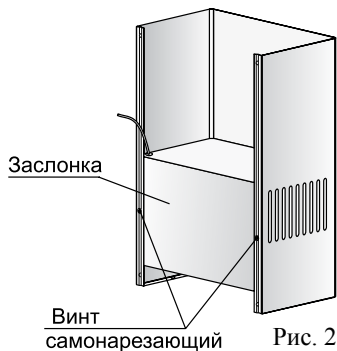

Рис. 2
- Для работы воздухоочистителя в циркуляционном режиме установите заслонку, зафиксировав ее в нижней декоративной трубе винтами самонарезающими (рис.2). **ПЕРЕД УСТАНОВКОЙ ЗАСЛОНКИ ПРОПУСТИТЬ ШНУР ПИТАНИЯ ЧЕРЕЗ ЩЕЛЬ МЕЖДУ ТРУБОЙ ДЕКОРАТИВНОЙ И ПОДОГНУТЫМ УГОЛКОМ ЗАСЛОНКИ.**